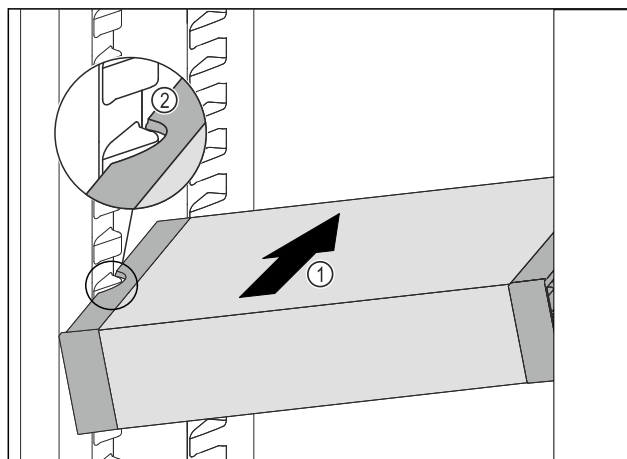

Fig. 107
- Lükake VarioSafe'i kaldu jahutusosasse Fig. 107 (1), kuni VarioSafe'i külgmised väljalõiked Fig. 107 (2) asuvad jahutusosas anumaribi kõrgusel.